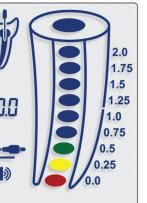

Fig. 10
- 5.4.13. Le résultat indiquant que vous avez atteint le foramen apical (0,0) est représenté par un segment rouge affiché sur l'image du canal radiculaire (Fig. 10) et par une tonalité audible constante. Déterminez la longueur obtenue électroniquement à l'aide d'une règle endodontique. Pour la longueur de travail, soustrayez 0,5 - 1,0 mm de la longueur électronique.